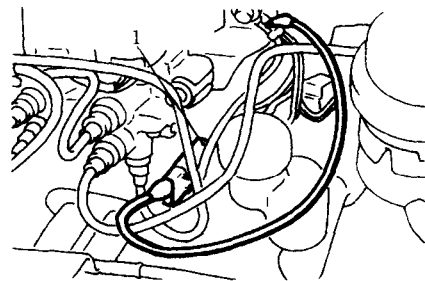

图 15 点火正时调整插接器位置——1993 款华丽车 2.0L (4G63) 发动机
②在点火线圈插接器上找到一接线插头, 在 TACH 端子插接器后部插入一个纸夹用于连接转速表, 然后将转速表接到纸夹上, 如果测量值不符合要求, 调整怠速值达到要求。
③关闭发动机, 从点火正时调整插接器 (棕色, 位于驾驶室前壁中心) 上拆下防水套, 并用跨接线将插接器接地 (图 15)。